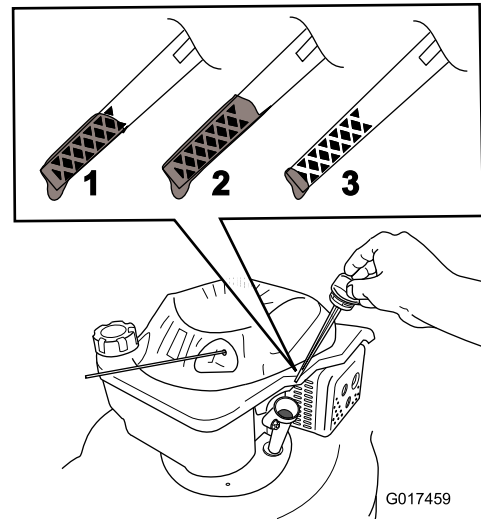

Figure 7
2. Retirez la jauge (Figure 7) et versez de l'huile dans le goulot de remplissage pour remplir le carter jusqu'aux 3/4.
5. Sortez de nouveau la jauge et vérifiez le niveau d'huile (Figure 7).